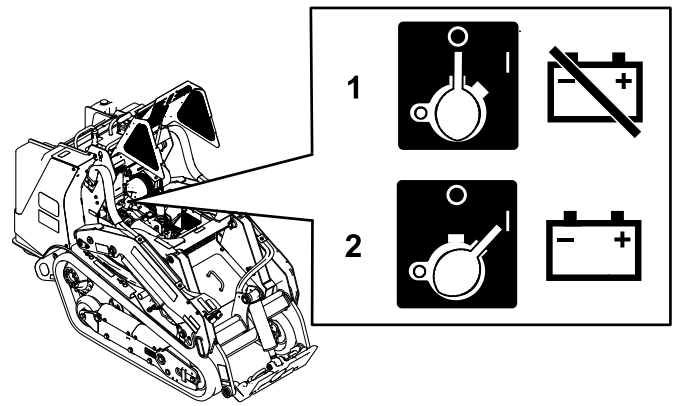

Figura 54
- Para que la máquina reciba energía eléctrica, gire el interruptor de desconexión de la batería en sentido horario a la posición de ENCENDIDO (Figura 54).
de la batería en sentido antihorario a la posición de APAGADO (Figura 54).